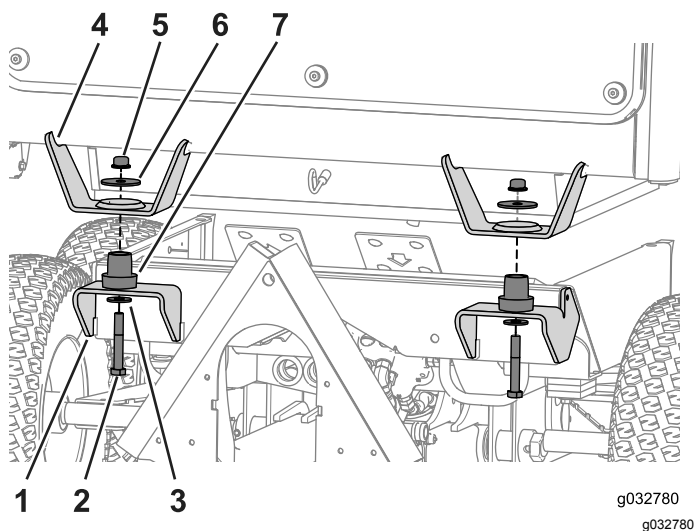

Figura 65
2. Baje la cabina hasta la máquina, alineando los 2 orificios de los pernos con los soportes delanteros (Figura 65).
3. Instale un amortiguador de goma en cada uno de los puntos de montaje (Figura 65).
4. Utilice el perno ($\frac{1}{2}$ " x $3\frac{1}{4}$ "), la arandela grande y la tuerca con arandela prensada para montar la cabina en la máquina (Figura 65).